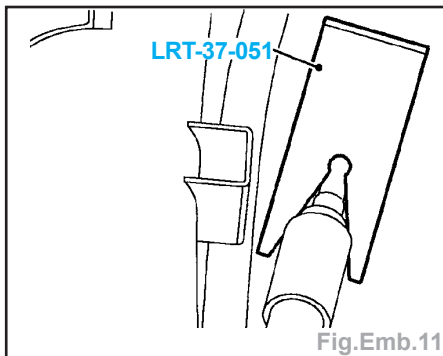

Fig.Emb.11
- Utiliser l'outil **LRT-37-051** pour dégager et débrancher le raccord du tuyau d'embrayage (Fig.Emb.11).